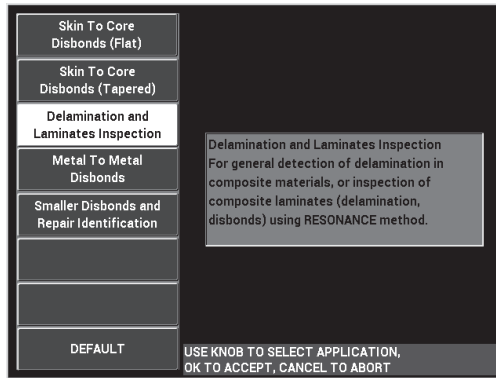

Figura 6-46 Aplicação de inspeção de delaminação e laminados
3. Selecione a aplicação **Inspeção de delaminação e laminados** e, em seguida, pressione ✓ para aceitar (veja Figura 6-46 na página 163).